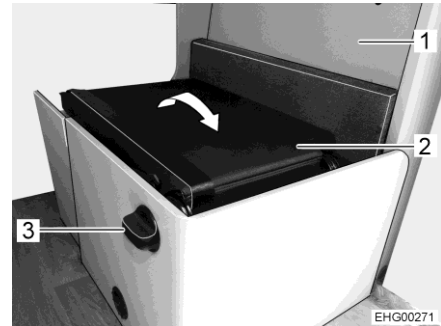
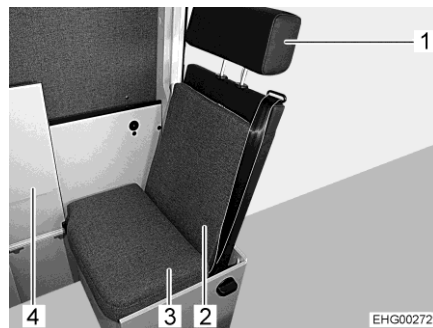

Bild 11 Fälla ut extrastol
Bild 12 Extrastol
- Fäll upp locket (Bild 11,1) på den längsgående sittbänken.
- Vrid handtaget (Bild 11,3) och håll kvar för att låsa upp ryggstödet.
- Fäll upp ryggstödet (Bild 11,2).
- Fäll upp den längsgående sittbänkens klaff (Bild 12,4).
- Häng fast ryggdynan (Bild 12,2) i remmen på huvudstödsstangen.
- Fäst ryggdynan (Bild 12,2) med spännremmen i ryggstödet (Bild 11,2). Kontrollera att extrastolens säkerhetsbälte inte kläms fast.
- Placera den lilla sittdynan (Bild 12,3) på sittytan så att fästremmen pekar mot ryggstödet (Bild 11,2).